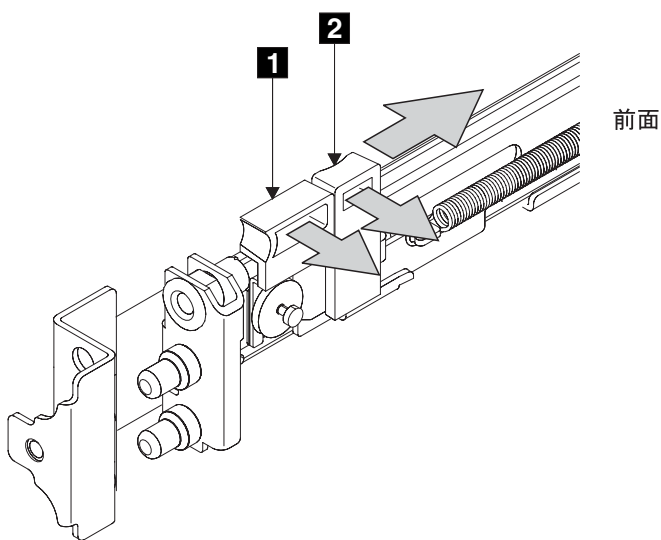

図 23. 前面のラッチ・ロック・キャリア・アセンブリのオープン
3. ラッチ・レバー **1** をレールの終端の方向に動かしながら、ラッチ・ロック **2** (図 23) を静かにレールから離れるように押し出す。ラッチ・ロック・キャリア・アセンブリは、スプリングのテンションに対抗しながらスライドします。